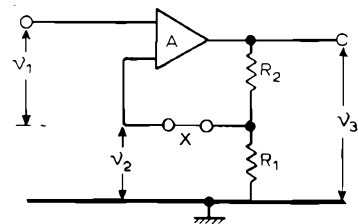
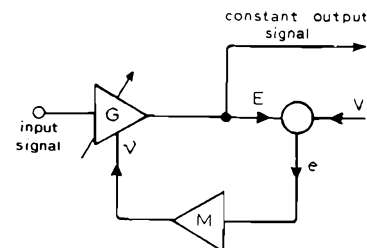

Figura 1 - Struttura di principio di un amplificatore a reazione negativa.
Figura 2 - Esempio di circuito di reazione negativa normalmente adottato nei sistemi di controllo automatico del guadagno.
In Figura 1 è riprodotto lo schema semplificato di un amplificatore a reazione negativa: di esso fa parte un amplificatore differenziale, funzionante con un guadagno specifico A, la cui tensione di uscita V_3 , corrisponde al prodotto
La Figura 2 mostra le caratteristiche del circuito di reazione che viene di solito usato nei sistemi di controllo automatico del guadagno e che differisce da quello di Figura 1: in questo secondo caso, il segnale di ingresso passa attraverso un amplificatore a guadagno variabile G e, solitamente dopo la rettificazione, questo segnale viene confrontato con la tensione di riferimento V.
Nel caso dei sistemi di controllo automatico del guadagno, ciò permette di determinare la precisione della funzione di controllo, come si può rilevare attraverso le due formule che seguono. Rispetto allo schema di Figura 2, abbiamo che
Figura 1 - Struttura schematica di un altoparlante di tipo magnetodinamico. E1 ed E2 sono i terminali della bobina mobile, A il magnete permanente, B la bobina, M il cono ed S il bordo del cestello metallico.
Come è chiaramente mostrato in Figura 1, i movimenti della membrana (M), normalmente definita col termine di cono e dovuti ai segnali elettrici forniti dall'amplificatore, mettono in agitazione la massa dell'aria che riempie l'ambiente in cui l'altoparlante funziona. Con questo sistema si ottiene la propagazione di variazioni di pressione, alle quali l'orecchio risulta sensibile.
Figura 2 - Rappresentazione schematica del principio di funzionamento dello strumento: all'uscita del generatore di segnali ad onde quadre viene applicato un partitore costituito dalla resistenza R e dall'impedenza Z, ai capi della quale viene misurata la tensione che viene poi trasformata nel valore di impedenza.
Per misurare con buona precisione l'impedenza di una bobina mobile, è possibile ricorrere a diversi sistemi: quello al quale ci riferiamo è illustrato dallo schema semplificato di Figura 2. Un generatore di segnali a corrente alternata, che funziona su una frequenza prossima a 1.000 Hz, è collegato ad un circuito in serie, comprendente una resistenza R di valore noto e l'altoparlante sottoposto alla prova, avente un'impedenza che indicheremo con la lettera Z. Il generatore impiegato deve essere in grado di fornire segnali di forma d'onda rettangolare, la cui ampiezza verrà rappresentata con il simbolo e_1 .